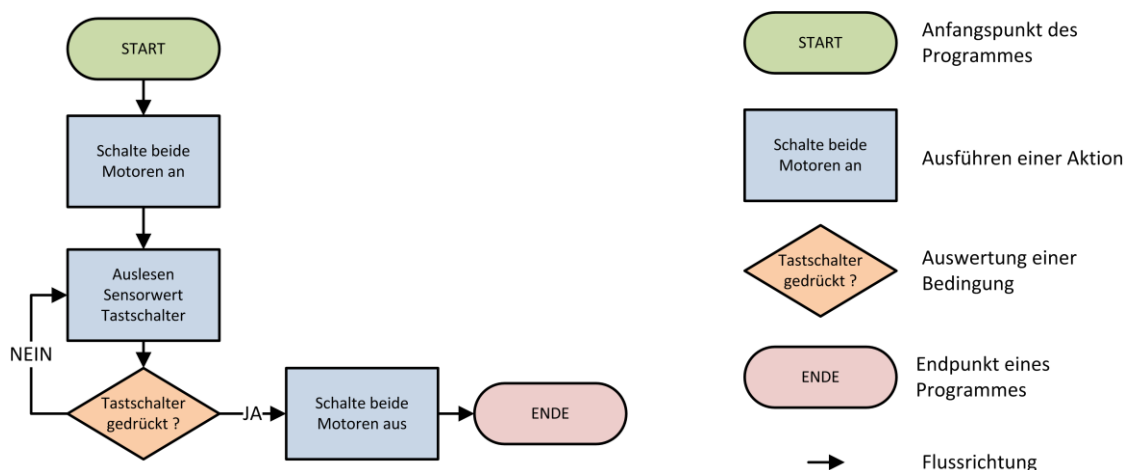

Abbildung 2 – Beispiel für die Beschreibung eines Programmes mit Hilfe eines Flussdiagramms und die notwendigen Elemente
1. Erstellen Sie unter Zuhilfenahme des Beispiels aus Abbildung 2 ein Flussdiagramm des Sortierautomaten. Dieses soll nachher die Grundlage für die Struktur Ihres Programmes darstellen. Hierbei soll der Einfachheit halber verabredet werden, dass jeweils nur ein Teil nach dem anderen auf das Förderband aufgelegt wird.
Der folgende Codeausschnitt zeigt in beispielhafter Weise das VI für das Flussdiagramm aus Abbildung 2, wobei die Platzierung der Blöcke aus dem Flussdiagramm verdeutlichen soll welchem Teil des Programms welchem Block zuzuordnen ist.